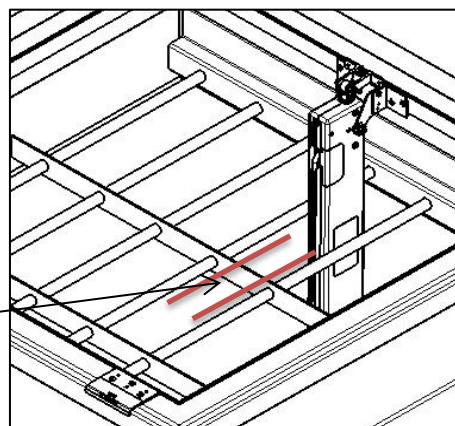

Bild 9
9. Kontrolle ob RWA – Mechanik und Öffner passen. Öffner und Mechanik müssen sich frei bewegen können (**Bild 9**).
Hinweis: Sollten Teile der Mechanik / des Öffners mit einer Querstrebe kollidieren, so kann diese nach vorheriger Rücksprache mit dem Hersteller, ausgeklinkt werden. (**Bild 9 und 16**)